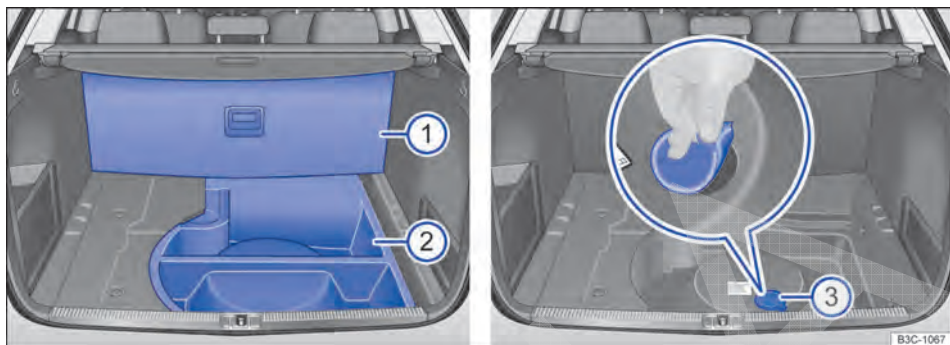
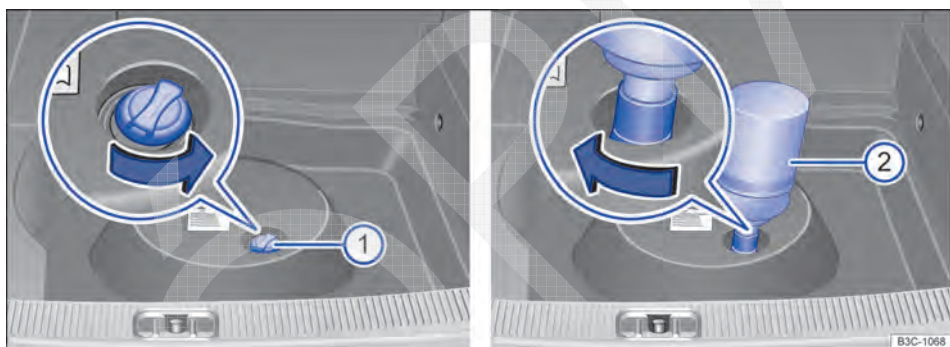

Fig. 196 Compartimento de bagagem com peça de espuma e reservatório de AdBlue.
Fig. 197 Embaixo da peça de espuma no compartimento de bagagem: tanque AdBlue com tampa do bocal de abastecimento e frasco de reabastecimento.
- Rebater o revestimento do assoalho ⇒ Fig. 196 ① para cima e empurrá-lo para trás.
- Remover a peça de espuma ②.
- Retirar a vedação ③ do reservatório de AdBlue®.
- Girar a tampa do bocal de abastecimento do reservatório ⇒ Fig. 197 ① no sentido anti-horário.
- Girar a tampa do bocal de abastecimento do reservatório ① no sentido horário até que ela se encaixe.
- Inserir a vedação cuidadosamente ⇒ Fig. 196 ③.